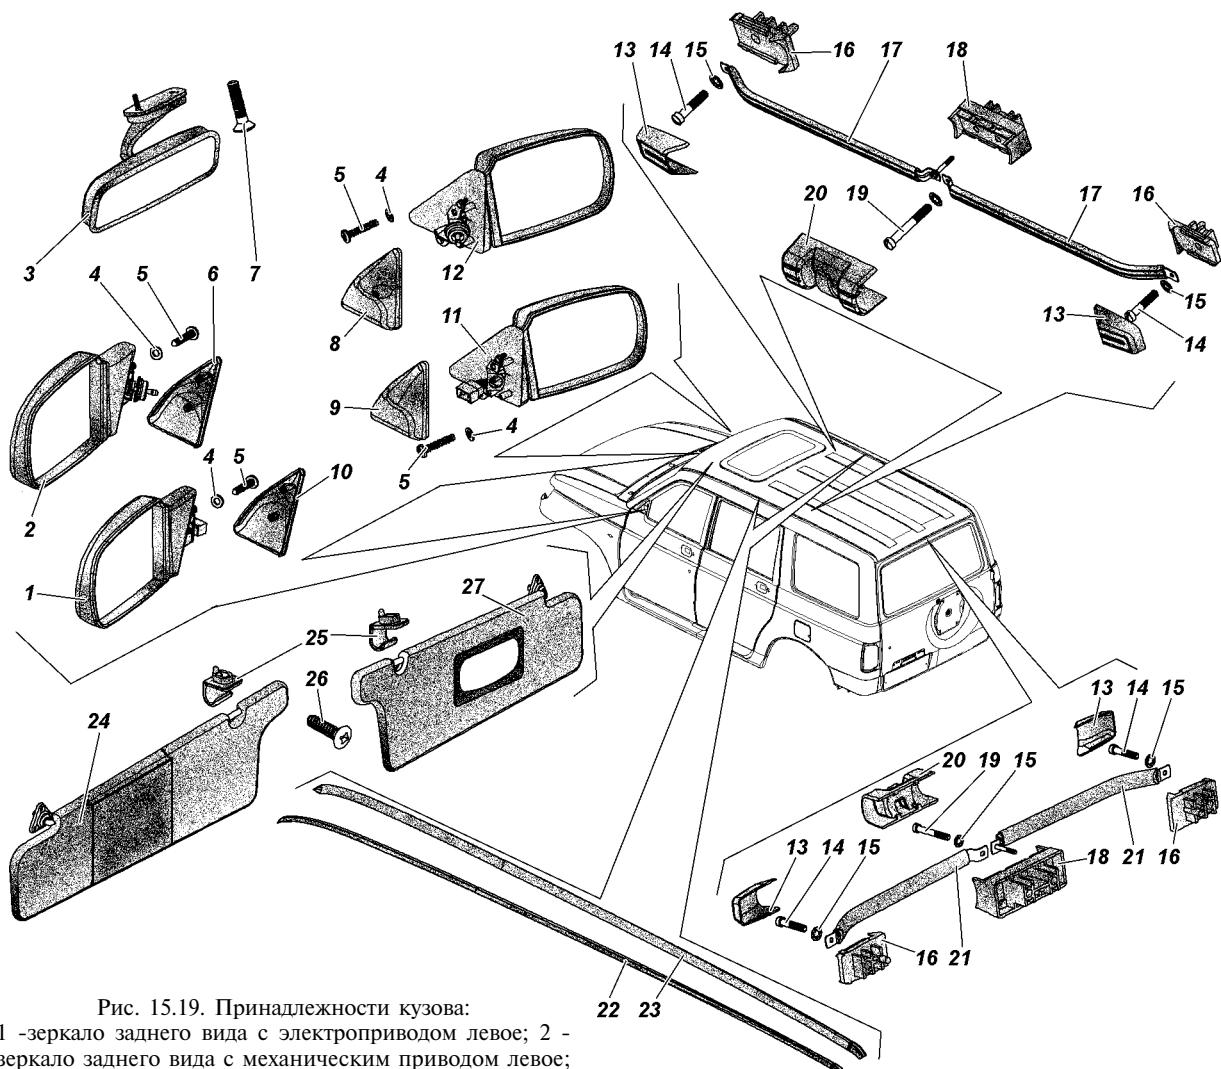

Рис. 15.19. Принадлежности кузова:
1. Снимите облицовку 6 и 8 или 9 и 10 (рис. 15.19) передней двери, поддев ее отверткой с плоским шлифом.
1. Отверните три винта 26 (см. рис. 15.19) и снимите козырек 24 или 27, предварительно освободив козырек от зацепления с держателем 25.
1. Снимите облицовку 13 и крючок 20 (см. рис. 15.19).